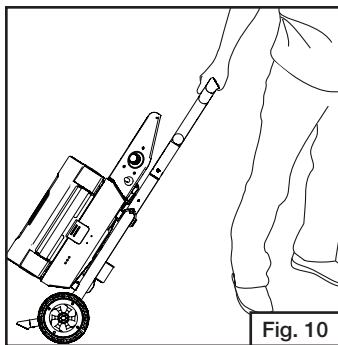

Fig. 10
- Una vez que la manija esté enganchada en su posición, la parrilla puede moverse fácilmente a cualquier lugar del campamento o jardín sujetándola por la manija de remolque. (Fig. 10)